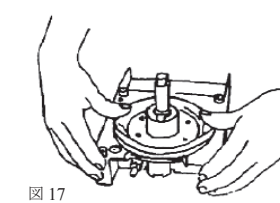

図17
- 2) 上部ハウジングの組立てのためバネを上部ハウジングと一緒に下部ハウジングに取付けてください。(ポンプロッドが上部ハウジングの穴からできるように) 上部ハウジングを押さえながら、ネジ2カ所を指で軽く締めた後、スパナでしっかり締めてください(図17)。